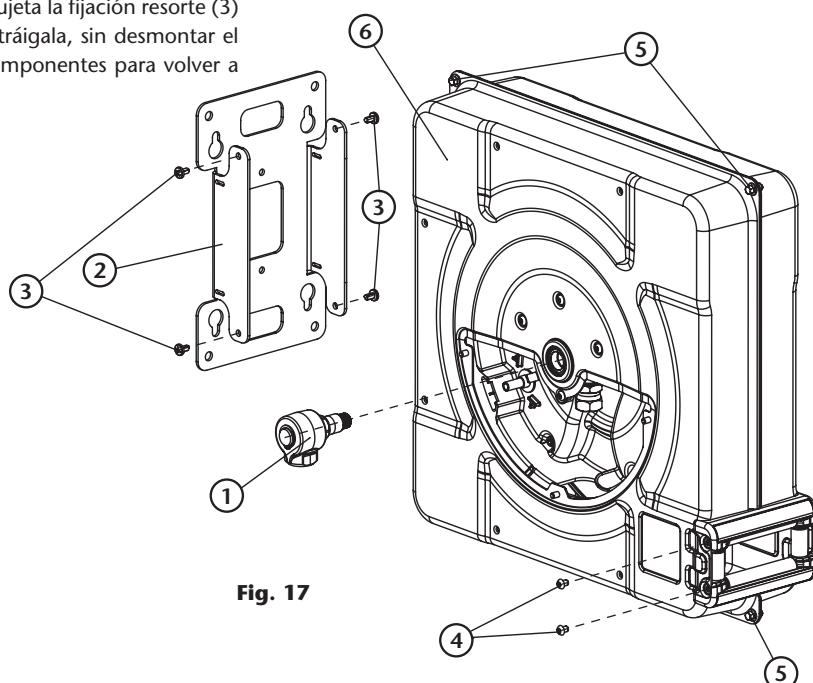

Fig. 17
7. Desmonte el conjunto eje-rótula (1) (fig. 17). No es necesario desmontar la rótula del eje. Introduzca llave plana sobre el hexágono del eje y asegúrese de hacer contrafuerza utilizando una llave Allen de 7 mm entre caras (1) (fig. 10) introduciéndola en el hexágono de latón (2) (fig. 10), a través de la pieza pretensora (3) (fig. 10). Evite en lo posible que el esfuerzo se transmita a otros componentes del enrollador y no haga palanca con la llave plana sobre la rótula. Guarde el conjunto eje-rótula para volver montarlo más adelante.
8. Desmonte la base (2) (fig. 17) aflojando los tornillos (3) (fig. 17). Guarde la base para volver a montarla más adelante.
9. Retire los dos tornillos (4) (fig. 17) que sujetan uno de los laterales de la salida de manguera.
10. Afloje los cuatro tornillos (5) (fig. 17) de la carena. En este punto ya se pueden retirar las dos mitades de la carena (6) (fig. 17).
17. Colocar el otro lateral de la carena (el que tiene la ventanilla de servicio), encajando el agujero central de ésta sobre el eje de latón del disco. Para una correcta posición de montaje, alinee las aletas de la salida de manguera que hay en ambas carenas, y una ambas piezas apretando los tornillos (5) (fig. 17).
18. Monte los tornillos de sujeción de la salida de manguera (4) (fig. 17).
19. Monte el conjunto eje-rótula (1) (fig. 17). Para ello Introduzca con cuidado el eje a través del rodamiento de la carena. Tenga precaución de no dañar la junta interna con la rosca del eje. Se recomienda limpiar las roscas y utilizar un fijador de rosca de fuerza media en esta unión roscada. Para apretar el eje, asegúrese de hacer contrafuerza utilizando una llave Allen de 7 mm entre caras (1) (fig. 8) introduciéndola en el hexágono de latón (2) (fig. 8), a través de la pieza pretensora (3) (fig. 8). Evite en lo posible que el esfuerzo se transmita a otros componentes del enrollador y no haga palanca con la llave plana sobre la rótula.
20. Coloque la base (2) (fig. 17) sobre la carena utilizando los tornillos roscachapa (3) (fig. 17)